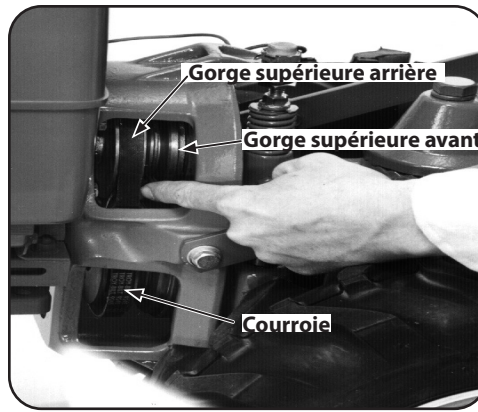

Figure 4-9
5. Mettez-vous à gauche du motoculteur pour placer la courroie dans la gorge supérieure avant de la poulie du moteur. Voir Figure 4-9.